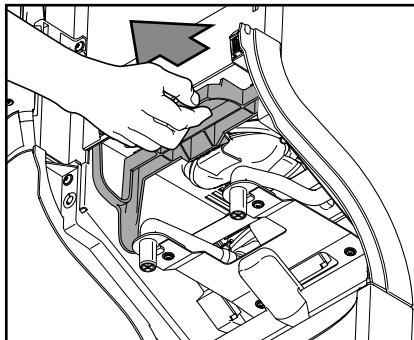

Рис. 37
- c. Потянуть за фиксатор, чтобы отсоединить весь смесительный блок. (Рис. 37)